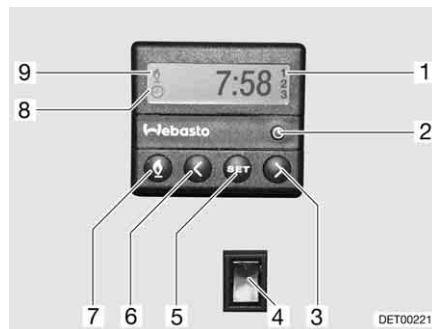

Fig. 75 Centralina di controllo per riscaldamento fisso
- Premere il tasto (Fig. 75,7). Il funzionamento del riscaldamento viene indicato con il simbolo (Fig. 75,9). La ventola viene inserita solo quando la temperatura dell'acqua di raffreddamento è pari a 30 °C.
- Premere il tasto (Fig. 75,7). Il simbolo (Fig. 75,9) si spegne.
- Premere l'interruttore (Fig. 75,4) in basso. Il motore viene preriscaldato. La ventola viene inserita immediatamente.
- Premere l'interruttore (Fig. 75,4) in alto. Il motore rimane freddo.
- Premere il tasto (Fig. 75,2). L'impostazione dell'ora viene indicata con il simbolo (Fig. 75,8).
- Impostare l'ora con i tasti (Fig. 75,3 e 6).
- Premere il tasto (Fig. 75,5).
- Impostare l'orario di accensione con i tasti (Fig. 75,3 e 6) entro 10 secondi.
- Premere il tasto (Fig. 75,5) fino a che nel display (Fig. 75,1) non appare il numero di programmazione desiderato.